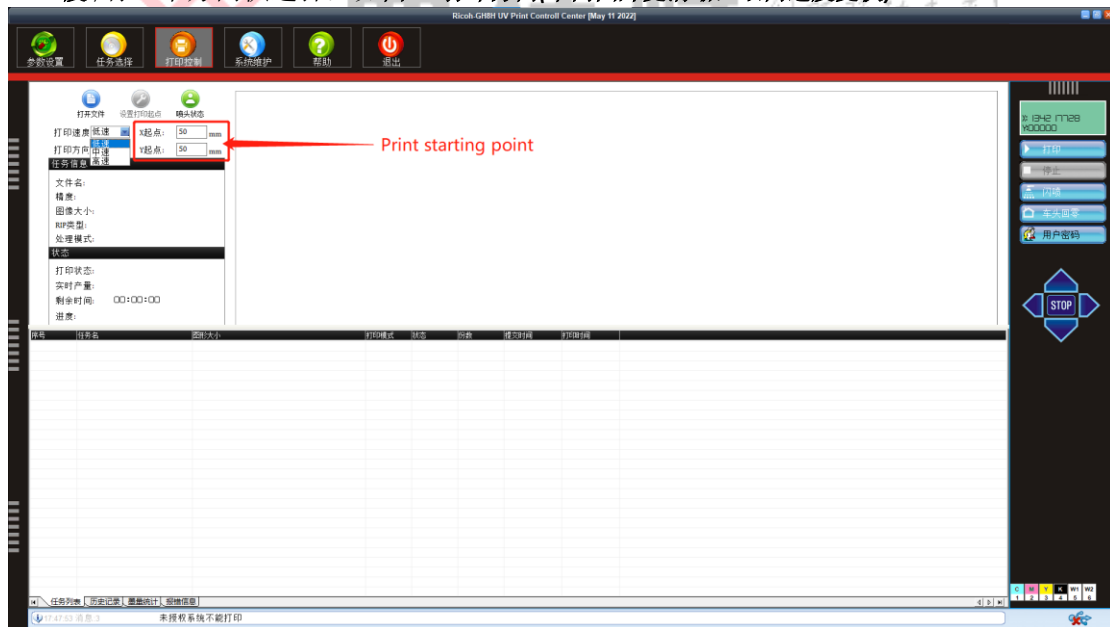
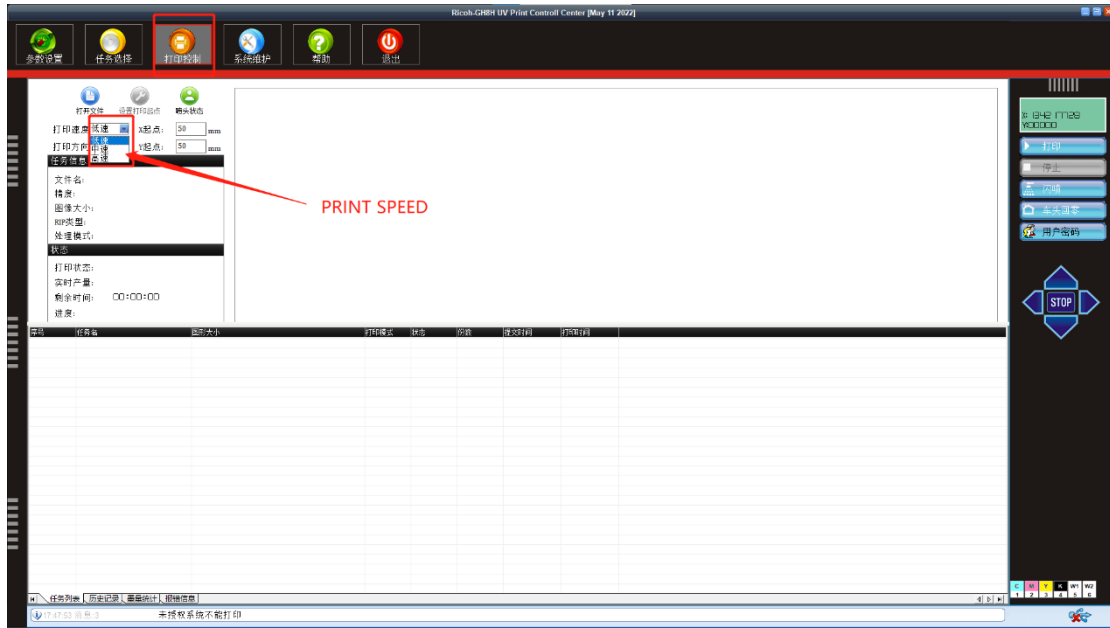
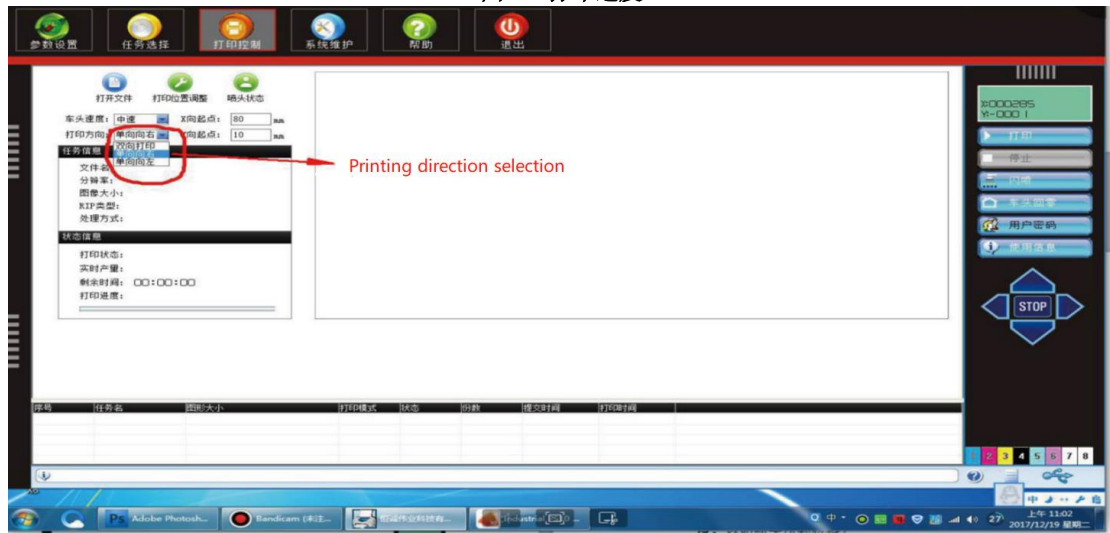

图 2 起始位置
图 3. 打印速度
图 4 打印方向
3. 确定打印起始位置:在打印控制界面，XY 分别填入相应的数值确定打印起始位置，如图 2 起始点位置; ink cart 速度为打印机打印速度，有三个速度供选择，如图 3.打印速度;有三个方向供选择，如图 4 打印方向(单向图片更清晰，双向速度更快)。